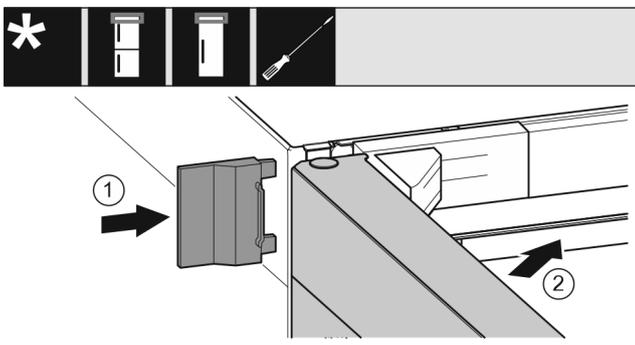

Fig. 28
- Надвиньте внешнюю крышку Fig. 28 (1).
- Закройте верхнюю дверь Fig. 28 (2).